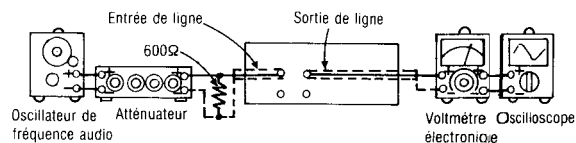

Fig. 3
1. Le raccordement de l'équipement d'essai est montré à la Fig. 3.
5. Si elle n'est pas en deçà de la normale, régler platine B: VR5 (canal de gauche) [[VR6 (canal de droite)]] et platine A: VR7 (canal de gauche) [[VR8 (canal de droite)]] et répéter les étapes (2), (3) et (4) jusqu'à ce que la puissance de sortie soit en deçà de la normale.